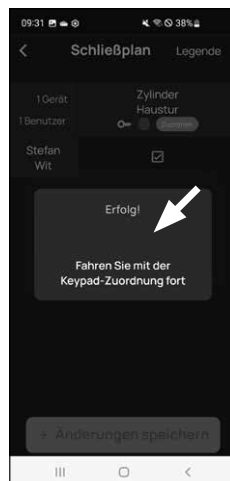

Abb. 6
⑦ Les données sont transmises. Après quelques instants, vous recevrez une confirmation et simultanément, une invitation à attribuer le clavier. Appuyez sur le message de confirmation (Fig. 6).